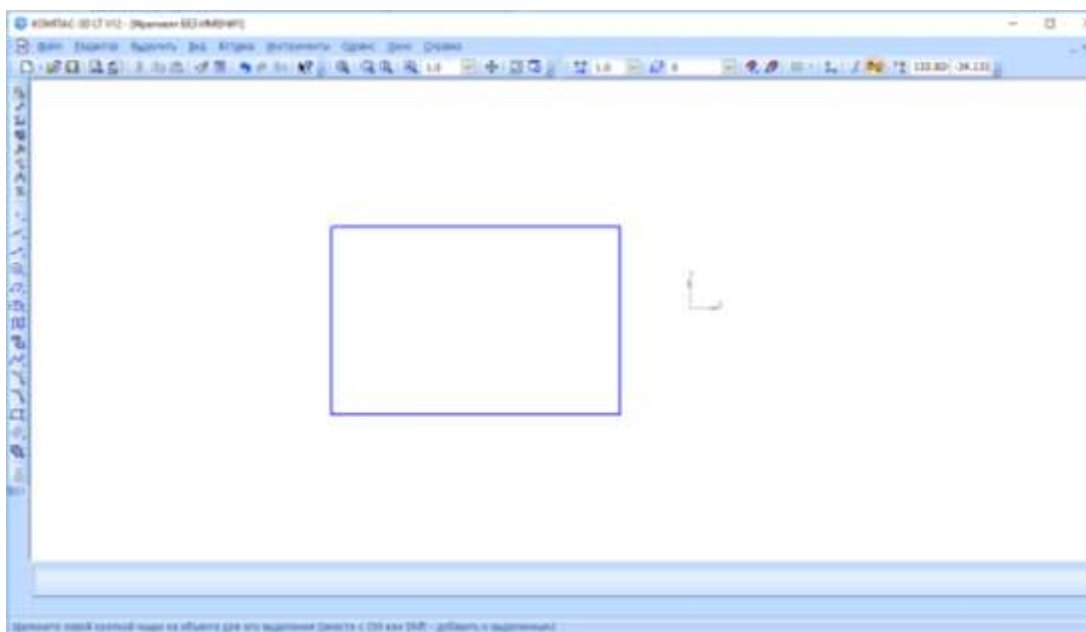

Рис. 2.5
- Проверьте правильность построения (рис. 2.5).